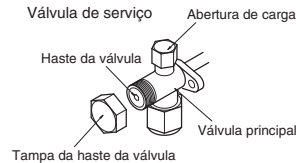

Fig. 7-8
- Se a válvula de serviço for deixada durante um período prolongado com a tampa de haste da válvula retirada, o refrigerante pode vazar desde a válvula. Portanto, não deixe a tampa da haste da válvula retirada. (Fig. 7-8)